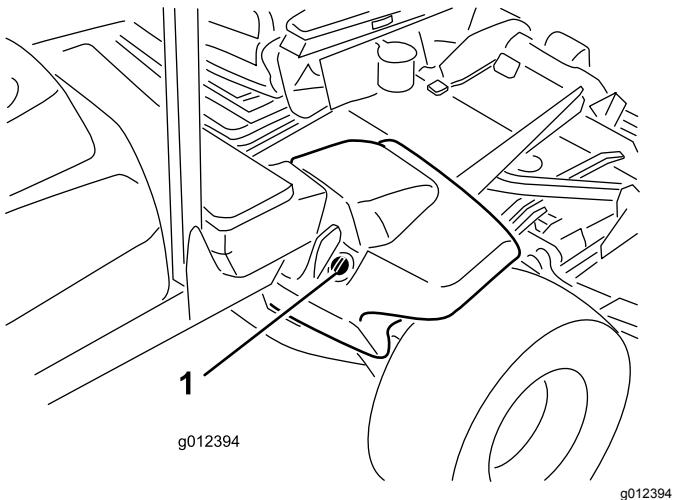

Figura 15
2. Limpie la zona alrededor del cuello de llenado y el tapón del depósito hidráulico (Figura 15). Retire el tapón del cuello de llenado.